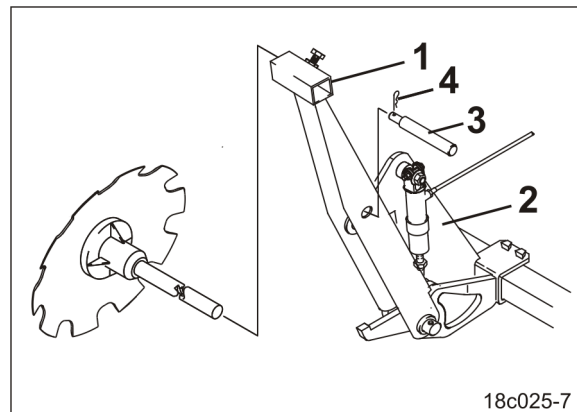

Fig. 104
- 5.1 Den Spurscheibenträger (Fig. 104/1) an den Transporthalterung (Fig. 104/2) abstecken.
- 5.2 Den Bolzen (Fig. 104/3) mit einem Federstecker (Fig. 104/4) sichern.